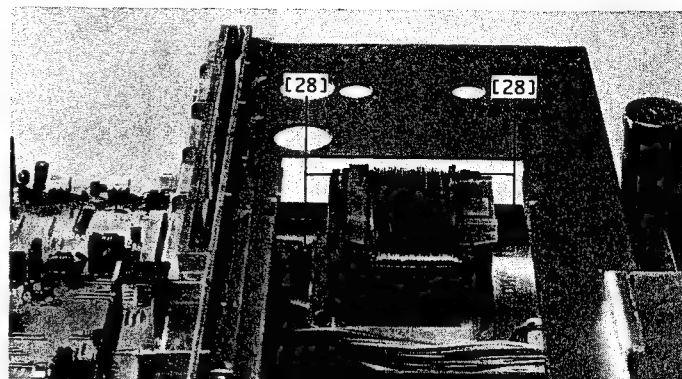
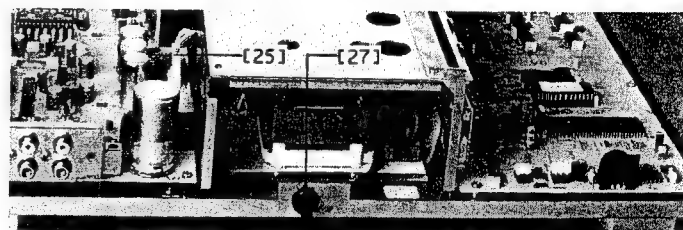
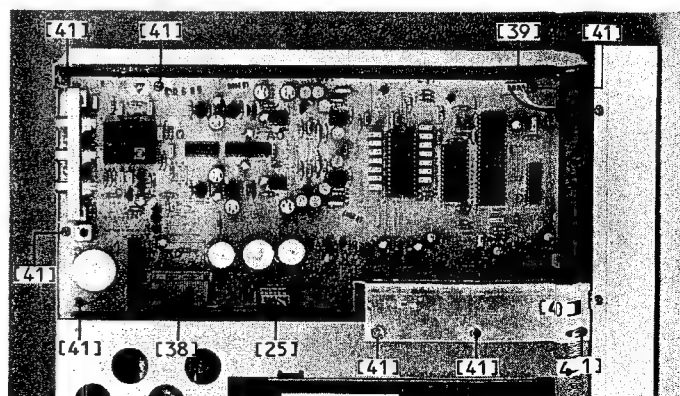
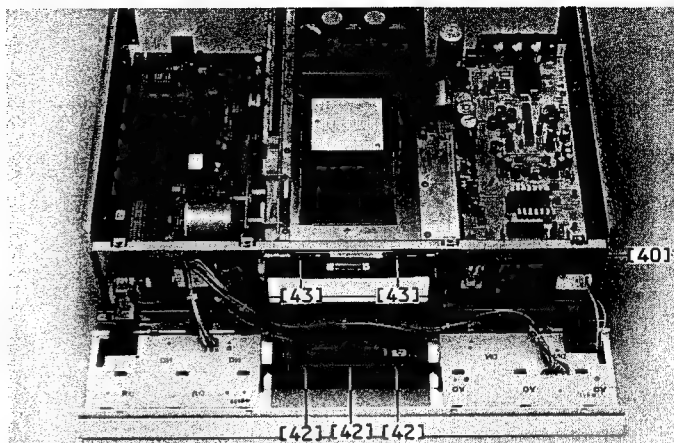

Fig. 2.9
Fig. 2.10
Fig. 2.12
Fig. 2.13
-> Fig. 2.9 / fig. 2.10
-> fig. 2.9 / fig. 2.12
-&gt; fig. 2.13
-&gt; fig. 2.12 / fig. 2.13